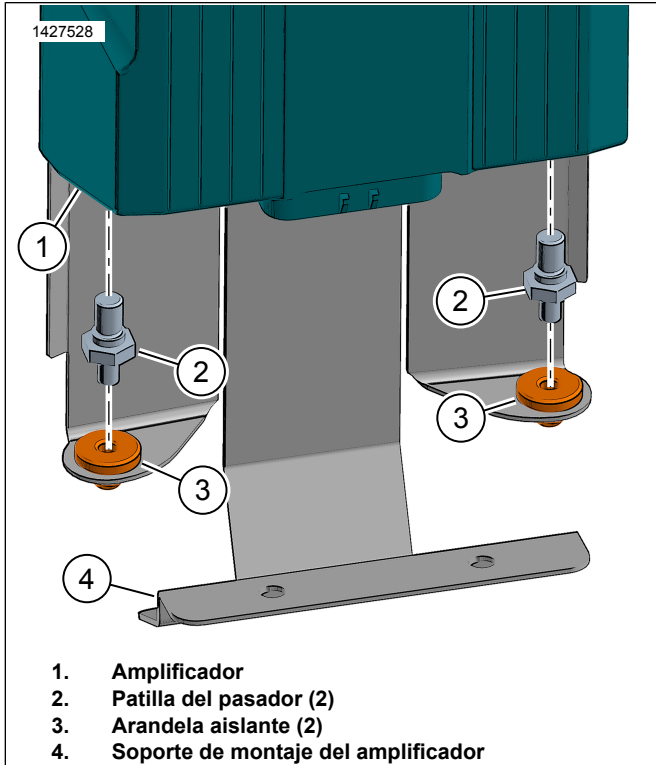

Figura 12. Patilla del pasador del amplificador
4. Vea la Figura 12. Instale la arandela (3) en el soporte de montaje del amplificador (4).
5. Instale la clavija (2) en el amplificador (1). Ajuste.